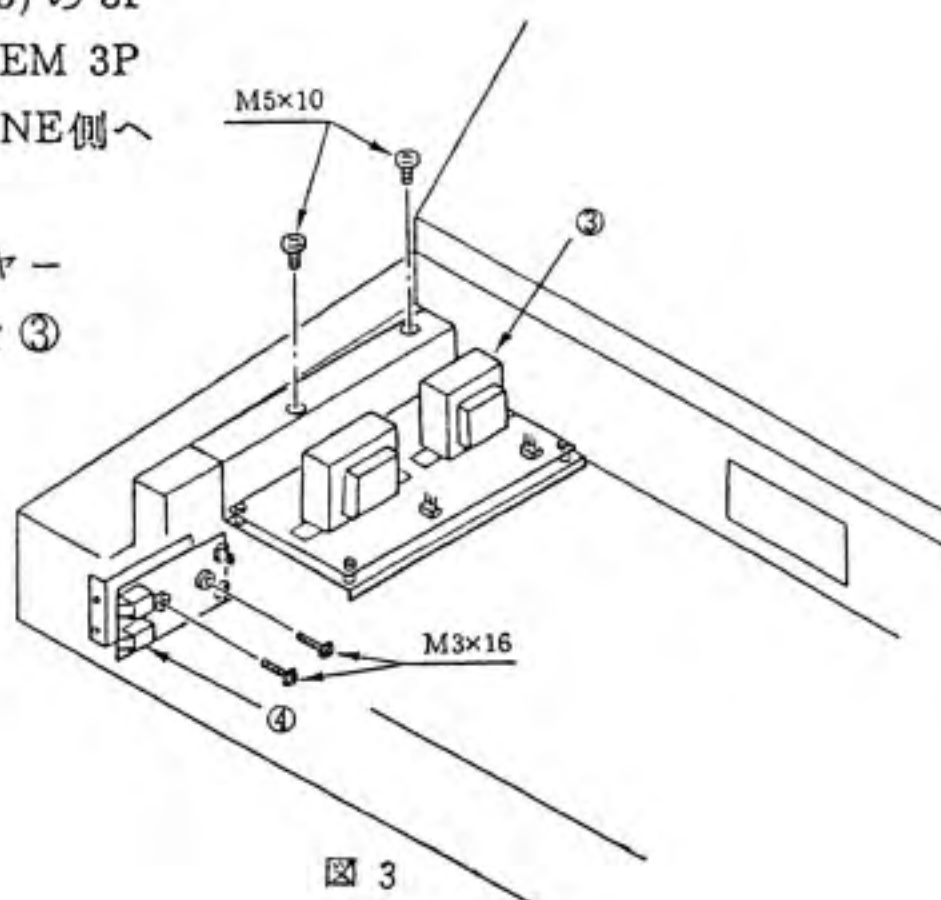

図 3
- (4) 1. で組立てたユニットを図 3 で示す位置に(3)ではずしたネジで取り付けして下さい。(③)
- (5) KIT に付属の MINI JACK BD (839-0158-02) を④の位置に(2)ではずしたネジで取り付けして下さい。